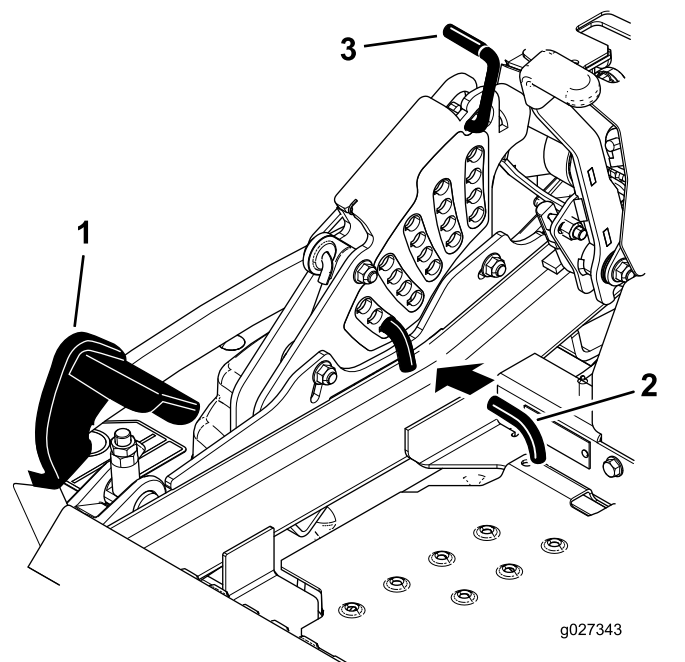

Figure 25
2. Appuyez sur la pédale de levage du tablier avec le pied et levez le tablier en position de transport (qui est aussi la position de hauteur de coupe de 140 mm [5½ po]), comme montré à la Figure 25.
3. Pour changer de hauteur de coupe, tournez la goupille de 90 degrés retirez-la du support de hauteur de coupe (Figure 25).
4. Placez la goupille dans le trou du support correspondant à la hauteur de coupe voulue (Figure 25).